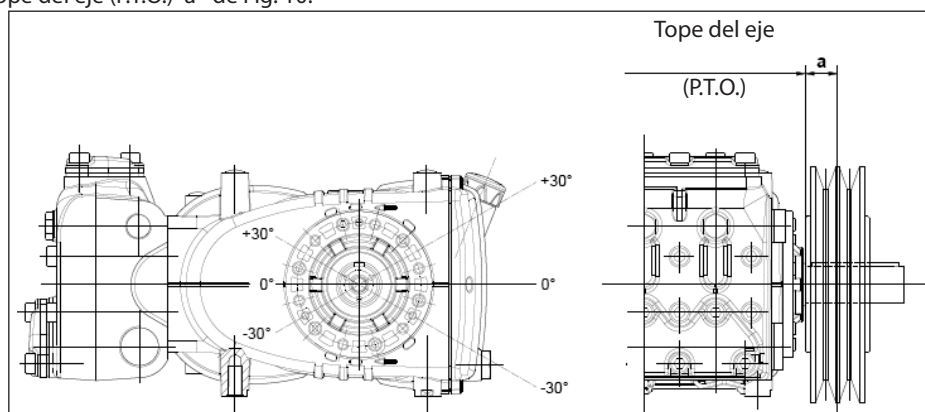

Fig. 10
La carga radial sobre el eje no debe ser superior a 7500 N (valor necesario para definir el Layout). La transmisión es considerada adecuada si tal carga es aplicada a una distancia máxima **a = 40 mm** del tope del eje (P.T.O.) como se indica en la Fig. 10.
- b) Utilizar correas de alto rendimiento – por ejemplo **XPB** en lugar de **SPB** – ya que resultará necesario una cantidad inferior de correas en paridad de potencia transmitida y una consecuente distancia inferior de la resultante con respecto al tope del eje (P.T.O.) “a” de Fig. 10.